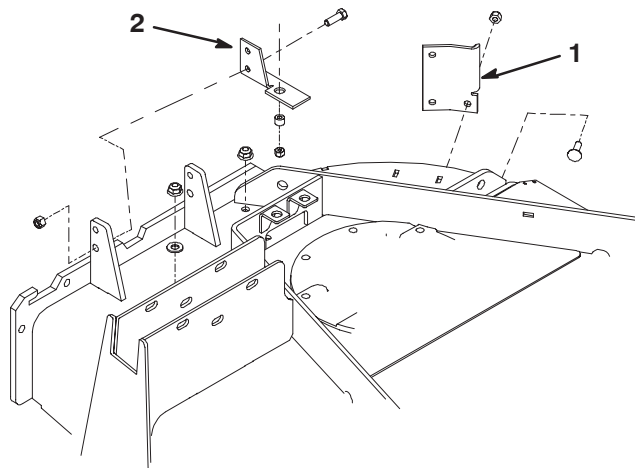

Bild 14
20. Befestigen Sie die Vergurtungshalterung mit 3 Schlossschrauben (5/16 x 1 Zoll) und Sicherungsmuttern (5/16) hinten rechts am Mähwerk. Positionieren Sie die Halterung wie in Bild 14 dargestellt. Die Schraubenköpfe müssen innen am Mähwerk sein.
21. Befestigen Sie die Befestigungshalterung der Riemenabdeckung mit zwei Kopfschrauben (5/16 x 1 Zoll) und Sicherungsmuttern (5/16) innen an der Scharnierhalterung des vorderen Ablenkblechs. Positionieren Sie die Halterung, wie in Bild 14 dargestellt. Die Schraubenköpfe müssen innen im Mähwerk sein.